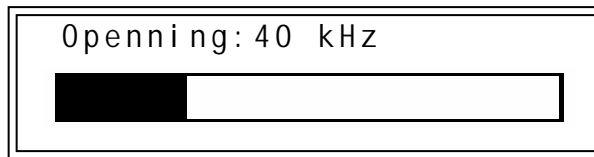

图 4-20
- OpSWP 按下软键,对所有频率进行扫频开路校正,并显示如图 4-20 所示的校正进程框。在校正过程中,ESC 软键可用,用来结束扫频开路校正,仪器存储的依然是以前的开路校正数据。